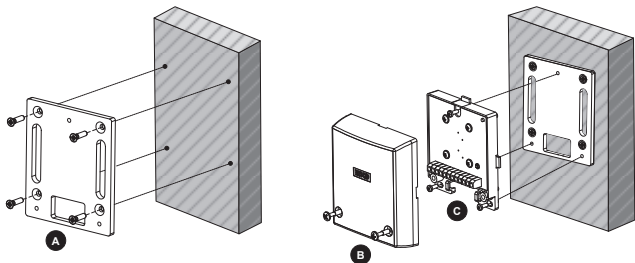

图 2: 使用安装底板固定探测器
使用配送底板安装(如图 2):
v. 使用附带的固定螺丝安装探测器, 如图 2(C)。
- ix. 使用配送的固定螺丝将探测器固定, 如图 2(C)。